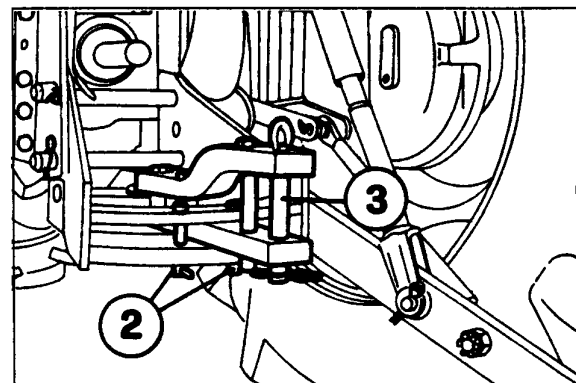

Fig. 4-31 Gancho de tiro Cat. A.
Con el tractor se puede suministrar un gancho tipo "A" formado por un sector y una barra de tiro (3), empleado para aperos agrícolas y remolques de dos o más ejes (Fig. 4-31) .